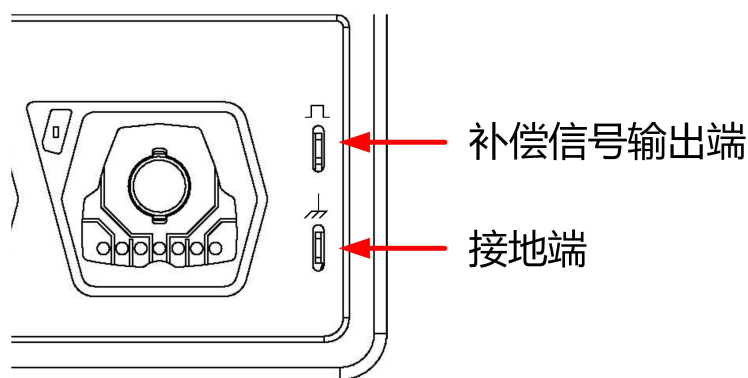

图 4.7 补偿信号
2. 将探头的接地鳄鱼夹连接至图 4.7 所示的“接地端”。
3. 使用探头连接示波器的通道 1（CH1）输入端和图 4.7 所示的“补偿信号输出端”。